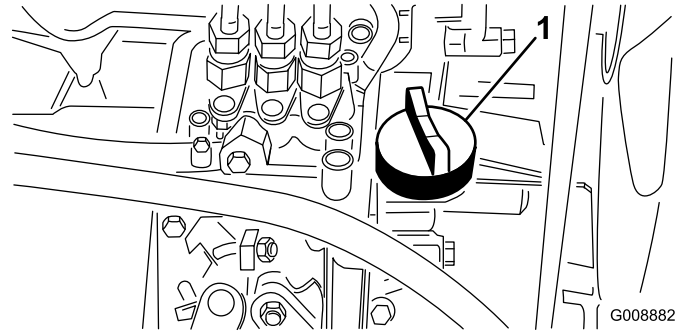

Bild 25
4. Entfernen Sie bei niedrigem Ölstand den Öfülldeckel (Bild 25), gießen langsam kleinere Ölmengen ein und prüfen den Stand regelmäßig, bis die Voll-Markierung am Peilstab erreicht wird.